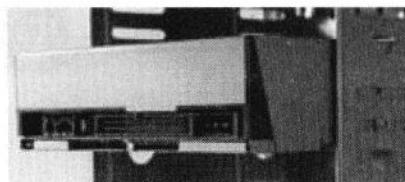

图1-1-16 光驱插槽
(2) 将光驱装入机箱：先拆掉机箱前方的一个5寸固定架面板，然后将光驱滑入。将光驱从机箱前方滑入机箱时要注意光驱的方向，现在的机箱大多数只需要将光驱平推入机箱就行了。但是有些机箱内有轨道，那么在安装光驱时就需要安装滑轨。安装滑轨时应注意开孔的位置，并且螺钉要拧紧。滑轨上有前后两组共8个孔位，大多数情况下，靠近弹簧片的一对与光驱的前两个孔对齐。当滑轨的弹簧片卡到机箱里，听到“咔”的一声响，光驱就安装完毕。
(3) 固定光驱：在固定光驱时，要用细纹螺钉固定，每个螺钉不要一次拧紧，要留一定的活动空间。如果在上第一颗螺钉的时候就固定死，那么当上其他3颗螺钉的时候，有可能因为光驱有微小位移而致使光驱上的固定孔和框架上的开孔之间错位，导致螺钉拧不进去，而且容易滑丝。正确的方法是把4颗螺钉都旋入固定位置后，调整一下，最后再拧紧螺钉。光驱插槽如图1-1-16所示。